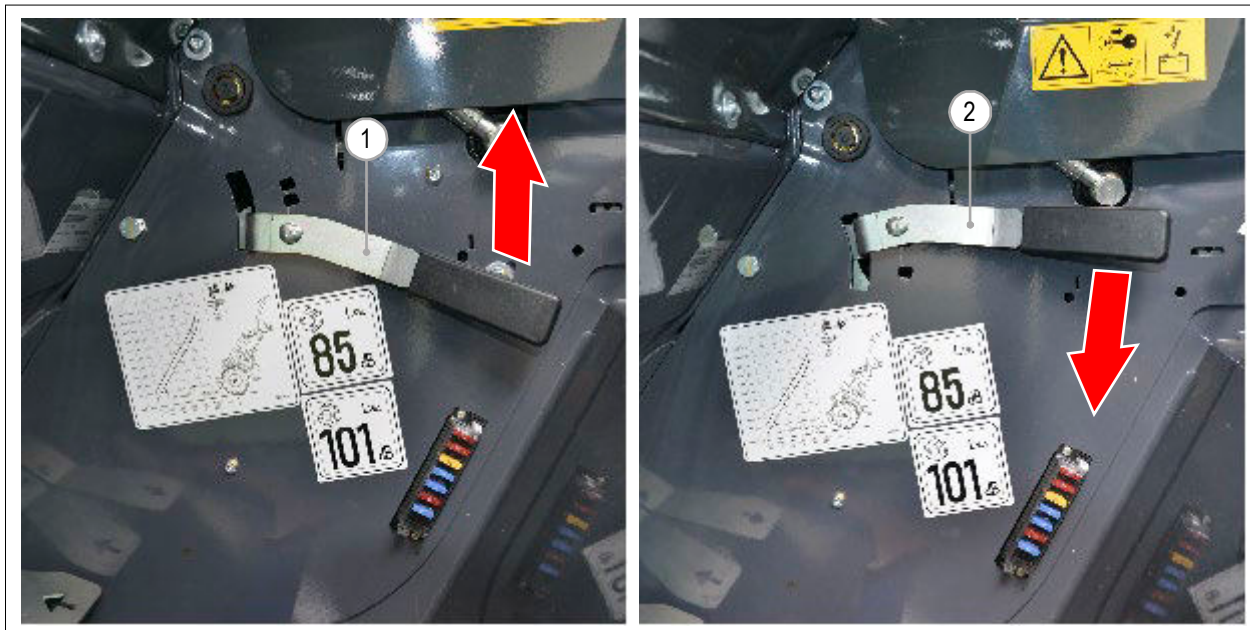

FIG. 33
- 1) Træk parkeringsbremsens håndtag og lås det ved at trække det til højre (**FIG. 33 - Ref. 1**).
- 1) Parkeringsbremsens håndtag flyttes mod venstre og ned (**FIG. 33 - Ref. 2**).